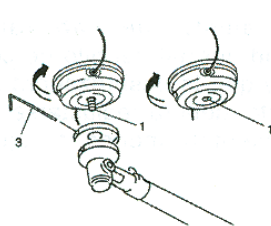
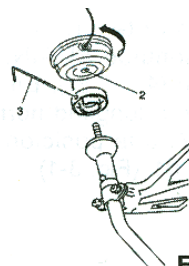

Fig.1-1
Fig.1-2
3. ANBAU (Fig. 1-1, 2)
HINWEIS: Der Schneidkopf BRAIN® TH-97RBY hat eine rechtsläufige Befestigungsmutter, welche für Gestrüppschneider Rasentrimmer mit gebogener Welle (Fig. 1-2) bestimmt wurde, während die anderen Bauweisen zu den Gestrüppschneider Rasentrimmer mit gerader Welle vorgesehen wurden. (Fig 1-1) HINWEIS: Aufbewahren den Schneidgehäusedeckel für eine spätere Benutzung der Metallklinge, weil er hier nicht gebraucht wird. (Falls vorhanden) (1) Richten Sie den Schneidkopf auf dem Getriebegehäuse des Gestrüppschneiders/des Rasentrimmers ein. Der Befestigungsbolzen oder die Befestigungsmutter ist linksläufig (abgesondert von der, Bauweise TH-97RBY). Drehen Sie den rechtsläufig, um den abzuschrauben/linksläufig, um den zu befestigen. Aber die Befestigungsschraubenmutter (2) auf der Bauweise TH-97RBY ist rechtsläufig und die wird deswegen umgekehrt benutzt. HINWEIS: Setzen Sie einen Sechskantstiftschlüssel (3) ins Loch des Getriebegehäuses ein, um den Stahlhalter zu verklemmen.